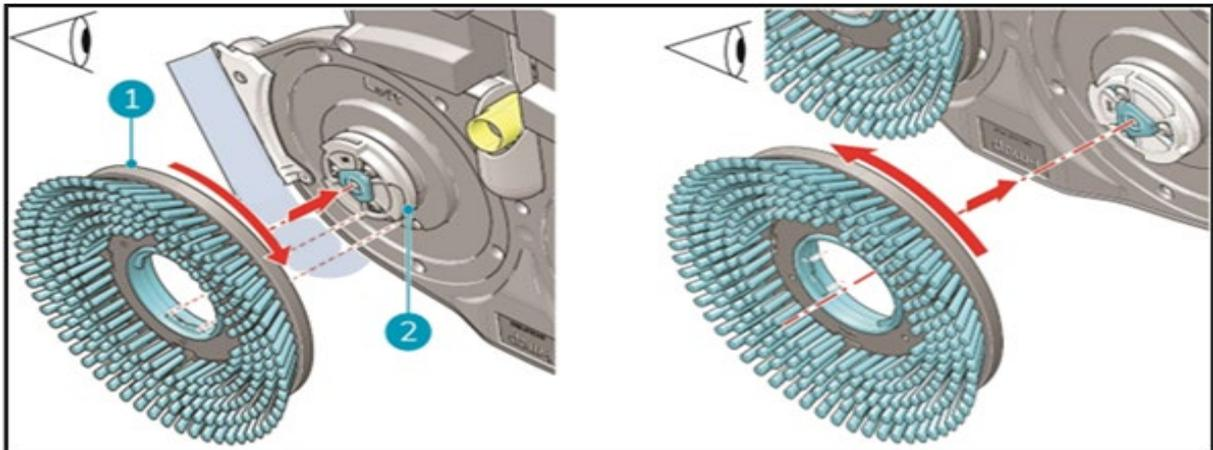

Figure 34
3. En utilisant l'autre main pour tourner le balai gauche (Figure 34 , pos 1) dans le sens inverse des aiguilles d'une montre jusqu'à ce que vous sentiez une résistance ou que vous voyiez le disque du moteur tourner également.